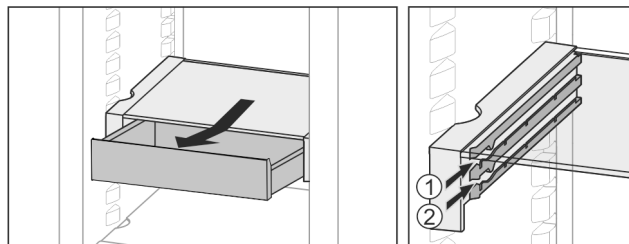

Fig. 24
- ▶ Na dowolnej wysokości Fig. 24 (1) lub Fig. 24 (2) wsuwać.